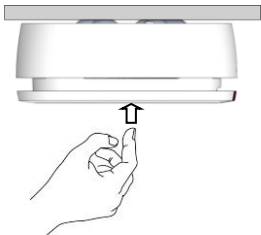

Figura 12
1. Presione la tapa hacia arriba con firmeza (*ver la Figura 12*). Si el detector funciona correctamente, se activará una alarma de incendio (*ver Indicadores visuales/auditivos*) y se enviará un mensaje de alerta al receptor del sistema.